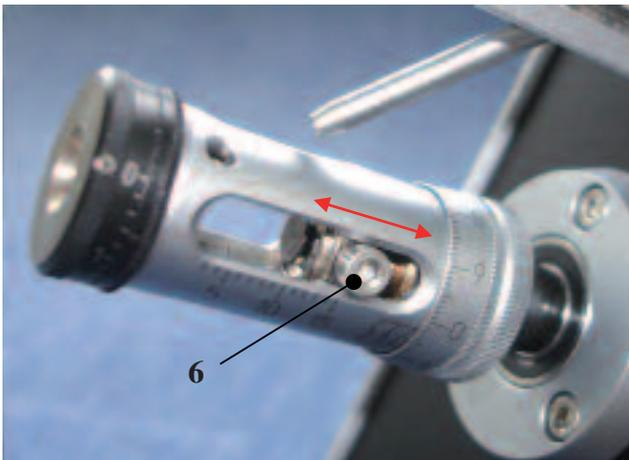

Fig. 9
- Faire jouer lentement la grosse vis Allen (6) d'avant en arrière. Ceci amène les quatre lames à s'engager automatiquement dans les coulisses du guide, Fig. 9.